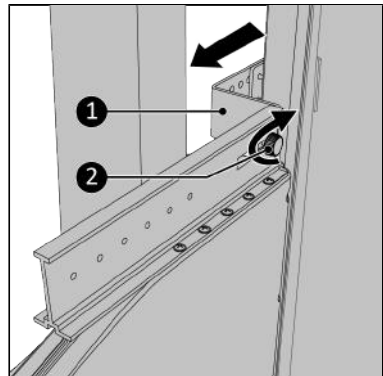

Abbildung 142.
- Ziehen Sie die Halterung so weit wie möglich zu sich heran (Abbildung 142, Pos 1) sodass diese richtig klemmt.
- Ziehen Sie die Schraubkappe (Abbildung 142, Pos. 2) fest.